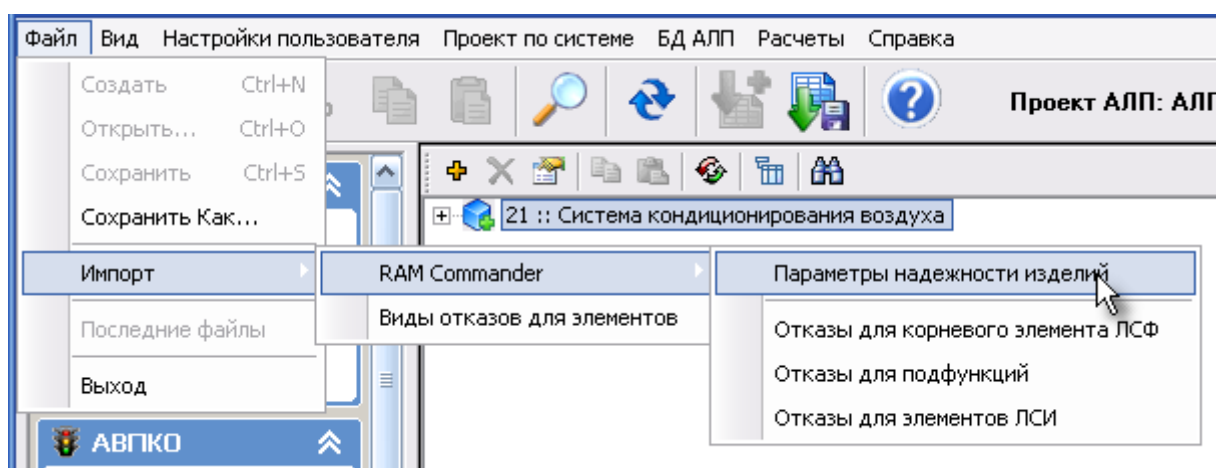

Рис. 14-1
2. В главном меню программы выберите **Файл** → **Импорт** → **RAM Commander** → **Параметры надежности изделий** (рис. 14-1).
2. В главном меню программы выберите **Файл → Импорт → RAM Commander → Отказы для корневого элемента ЛСФ** (рис. 14-1).